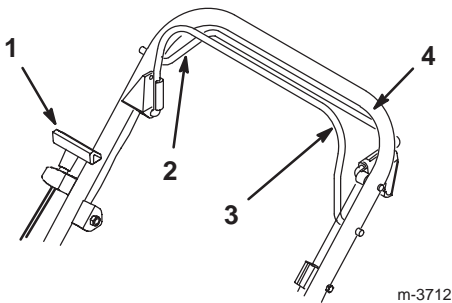

Figure 11
La poignée du lanceur, la barre de commande de la lame et la barre de commande d'autotraction se trouvent sur la partie supérieure du mancheron, comme illustré à la Figure 11.
3. Serrez la barre de commande de la lame contre la partie supérieure du mancheron (Fig. 11).
Démarrage manuel—Tirez lentement la poignée du lanceur jusqu'à ce que vous sentiez une résistance, puis tirez vigoureusement (Fig. 11). Laissez le lanceur se rétracter lentement jusqu'à la poignée.